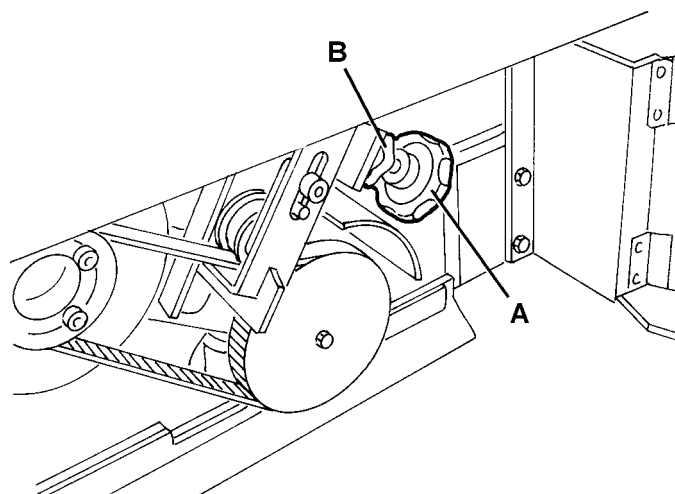

Figure 4
- Enlever la vis et dégager le dispositif de retenue (6).
- Ouvrir le portillon gauche (5).
- Desserrer le contre-écrou (B, Fig. 4).
- Tourner le pommeau (A), en considérant que :
- Serrer le contre-écrou (B, Fig. 4).
- Fermer le portillon gauche (5) et engager le dispositif de retenue (6), puis serrer la vis.